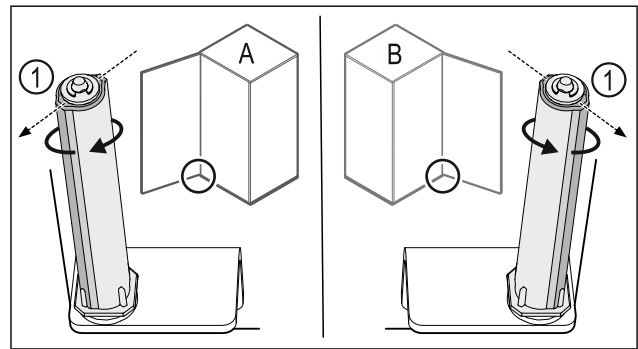

Fig. 45 Opritorul din stânga (A) / opritorul din dreapta (B)
- Rotiți sistemul de închidere până la rezistență, până când pragul sistemului de închidere Fig. 45 (1) este orientat spre exterior.